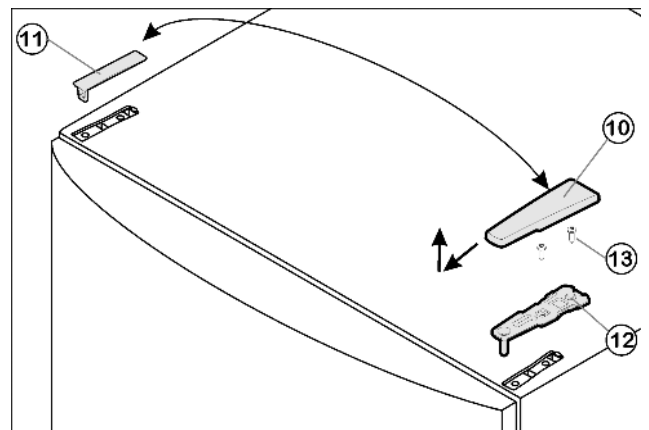

Fig. 5
- ▶ Előre és felfele húzza le a fedelet Fig. 5 (10).
- ▶ Emelje le a fedelet Fig. 5 (11).
- ▶ Csavarozza le a felső csapágybakot Fig. 5 (12) (2 db Torx® 25) Fig. 5 (13), és felfele húzza le.
- ▶ A felső csapágybakot Fig. 5 (12) helyezze a csuklópánt új oldalán az ajtóba.
- ▶ Csavarozza fel a felső csapágybakot Fig. 5 (12) **erősen (4 Nm-es nyomatékkal)** (2 db Torx® 25) Fig. 5 (13). A csavarlyukakat esetleg pontoszza meg, vagy használjon akkus csavarhúzót.
- ▶ A Fig. 5 (10) és a fedelet Fig. 5 (11) mindig az ellenkező oldalra pattintsa fel.